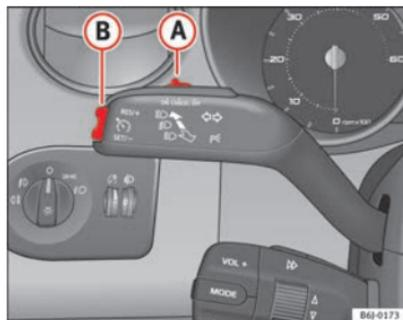

Fig. 112 Levier des clignotants et des feux de route : commande et touche basculante pour régulateur de vitesse
- Appuyez sur la partie supérieure de la touche à bascule **RES** ⇒ fig. 112 **(B)** pour augmenter la vitesse. Tant que vous maintenez enfoncée la commande à bascule, le véhicule accélère. Lorsque vous lâchez la commande à bascule, la nouvelle vitesse est mémorisée.
Si vous diminuez la vitesse mémorisée en appuyant sur la pédale de frein, le régulateur se désactive. Vous pouvez réactiver le régulateur en appuyant une seule fois sur la partie supérieure **RES+** de la commande à bascule ⇒ fig. 112 **(B)**.